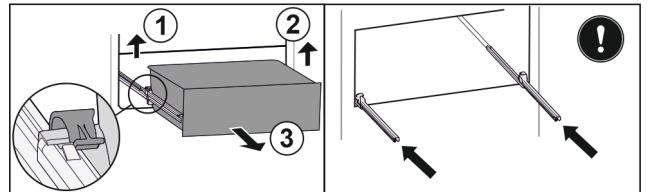

Fig. 106
- ▶ Linker klem optillen en gelijktijdig lade links naar voren trekken. Fig. 106 (1)
- ▶ Rechter klem optillen en gelijktijdig lade rechts naar voren trekken. Fig. 106 (2)
- ▶ Lade naar voren toe verwijderen. Fig. 106 (3)